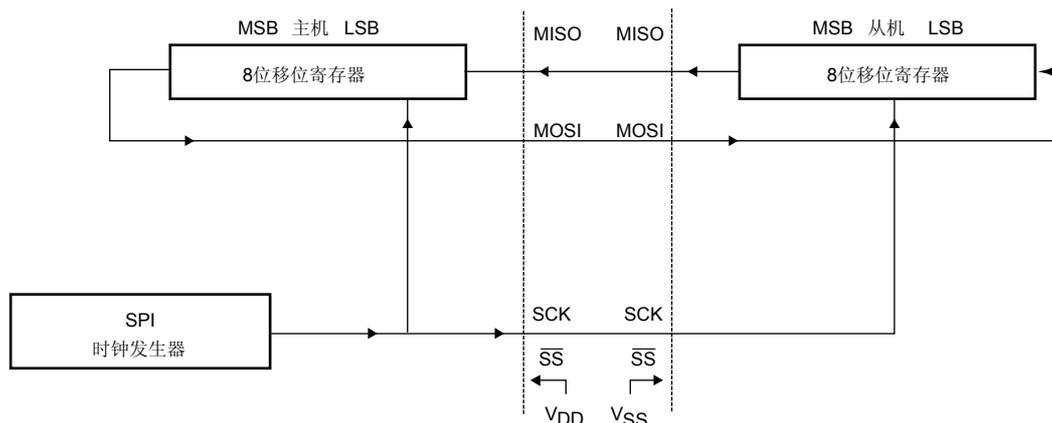

图 16 SPI 主机—从机之间的连接
串行外围接口 (SPI) 实现了 P89LV51RD2 和外围器件之间以及多个 P89LV51RD2 器件之间数据的高速同步传输。图 16 所示为主机和从机 SPI 器件之间的连接。SCK 是主机和从机模式的时钟输入、输出脚。主器件 SPI 数据寄存器的写操作完成后，起动 SPI 时钟发生器。写入的数据便从主器件的 MOSI 脚移出，移入到从器件的 MOSI 脚。一个字节的数据传输结束后，SPI 时钟发生器关闭，SPIF 标志置位。如果 SPI 中断使能位 (SPIE) 和串口中断使能位 (ES) 置位，产生 SPI 中断请求。